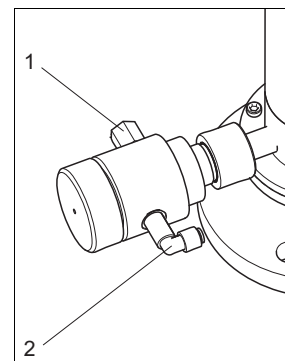

Рис. 19: Выходной защитный затвор
2. Установите пневматический выходной защитный затвор из комплекта поставки (Рис. 19).
5. Подсоедините третий фитинг разветвителя к соединителю для сжатого воздуха на выходном защитном затворе (Рис. 19, поз. 2).